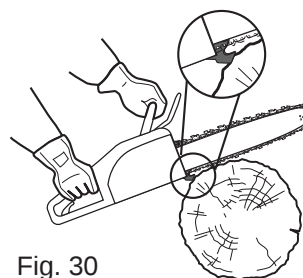

Fig. 30
- > Attendez que la chaîne [3] tourne à plein régime avant de commencer à couper. Avant de commencer la coupe, posez la tronçonneuse sur le bois en l'appuyant sur la griffe d'abattage [18], puis servez-vous de la griffe d'abattage comme point de levier au cours de la coupe (Fig. 30).